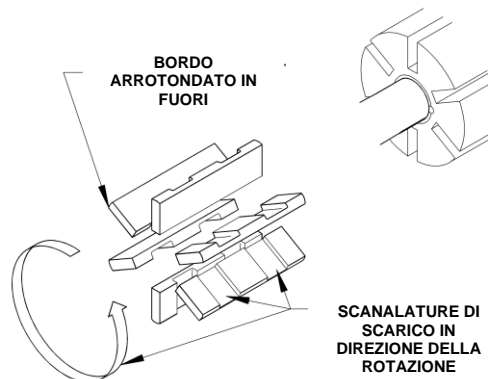

Figura 4 - Installazione della palette
2. Per la sostituzione delle SOLE palette, rimuovere l'esterno testata (23) svitando i tappi a vite (21).
3. Girare a mano l'estremità dell'albero di trasmissione (53) finché una palette del rotore (14) non viene a trovarsi in alto (a ore 12). Rimuovere la palette.
4. Installare una nuova palette, assicurandosi che il bordo arrotondato sia rivolto verso l'ALTO (faccia verso l'esterno) e che le scanalature di scarico siano rivolte VERSO la direzione di rotazione. Vedere figura 4.
- b. Inserire le nuove palette (14) nelle fessure del rotore tenendo i bordi arrotondati verso l'esterno, e le scanalature di scarico delle palette orientate VERSO la direzione di rotazione. Se necessario, fare riferimento alla Figura 4; spostare le asticelle di spinta con un piccolo cacciavite per installare le palette.